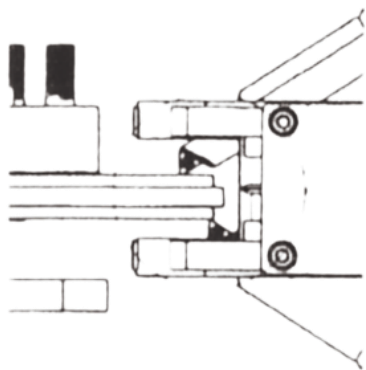

Рисунок 22. Неправильно
7.5.4 Отцентрируйте блок проточки CL-801 относительно тормозного диска согласно (рис. 22, 23).